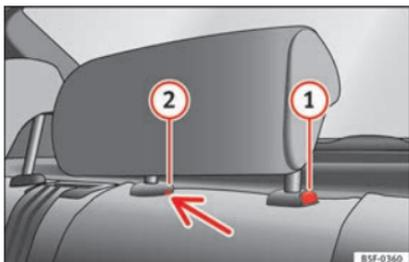

Fig. 142 Poggiatesta per il sedile posteriore centrale: punto di sblocco.
- Premere il tasto ① » **fig. 142**, premendo al tempo stesso attraverso il foro della sicura ② » **fig. 142** con un cacciavite piatto di massimo 5 mm di larghezza e ritirare il poggiatesta.